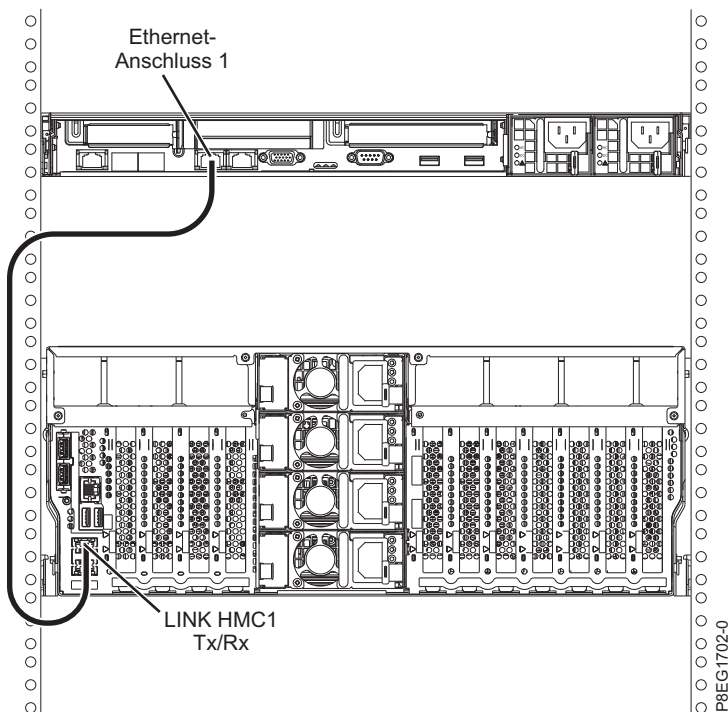

Abbildung 17. HMC an das verwaltete System anschließen
1. Wenn Sie Ihre HMC direkt an das verwaltete System anschließen möchten, schließen Sie den **Ethernet-Anschluss 1** der HMC an den Anschluss **HMC1** des verwalteten Systems an. Siehe Abb. 17.